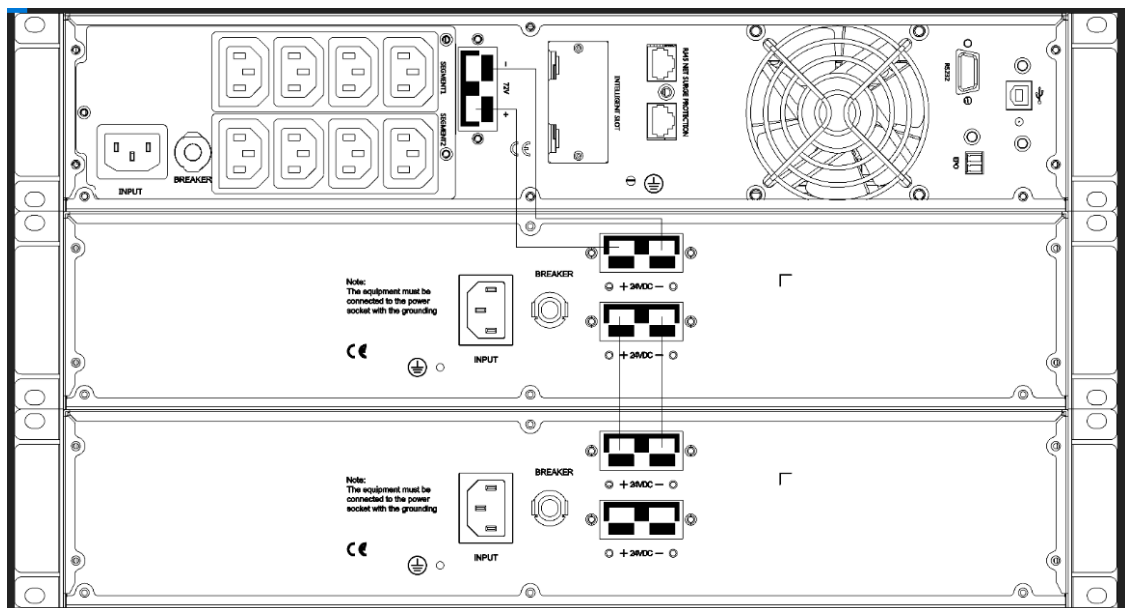

Abbildung 10: Typische EBP-Konfiguration
- c) Legen Sie die Kabelaussparung an der Oberseite der Frontblende des EBP frei. Die Position der Aussparung ist auf Abbildung 10 eingezeichnet.
- d) Falls Sie mehrere EBP anschließen möchten, gehen Sie für die übrigen EBP gleich vor. Abbildung 10 zeigt die entsprechende Konfiguration.
- e) Schließen Sie das/die Kabel des/der EBP wie in Abbildung 10 gezeigt an den Batterieanschluss an. Sie können bis zu vier EBP an die USV anschließen. Verbinden Sie die schwarzen Kabel miteinander. Drücken Sie den Steckverbinder fest zusammen, um einen sauberen Anschluss zu gewährleisten.